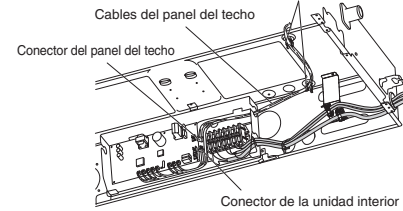

Fig. 7-10
- (2) Sujete el conector de los cables (7 contactos, rojo) que procede del panel del techo utilizando las abrazaderas para cables del lateral de la unidad interior (2 ubicaciones). A continuación, conéctelo al conector de la caja de componentes eléctricos de la unidad interior. (Fig. 7-10)